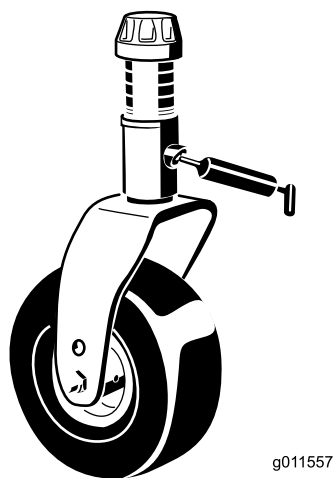

Figura 42
- Casquillos del eje de la horquilla de la rueda giratoria (2) (Figura 42)